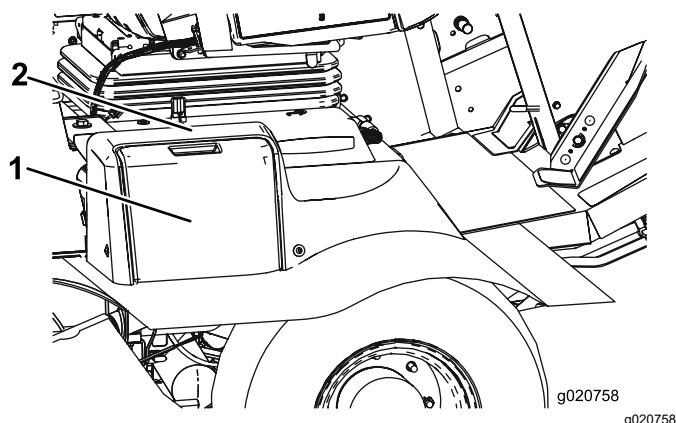

Рисунок 94
1. Откройте крышку аккумуляторной батареи сбоку на кожухе (Рисунок 94).
Примечание: Нажмите на плоскую поверхность над крышкой аккумуляторной батареи, чтобы облегчить снятие крышки (Рисунок 94).